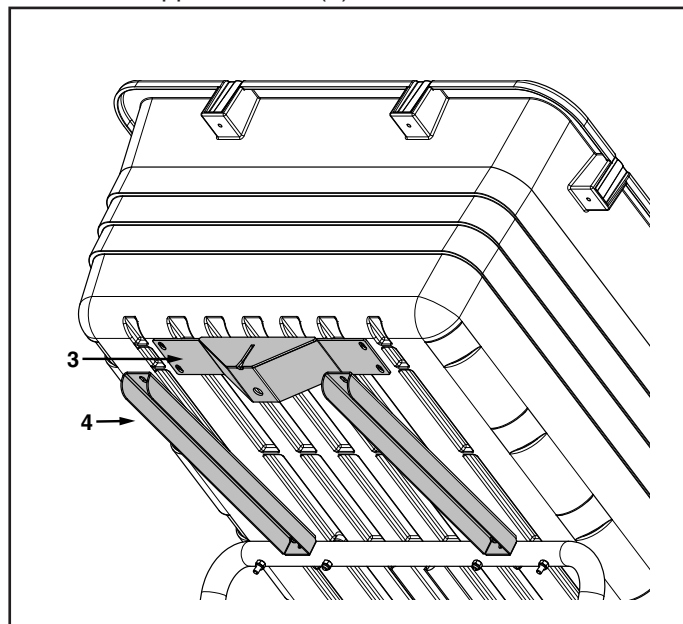
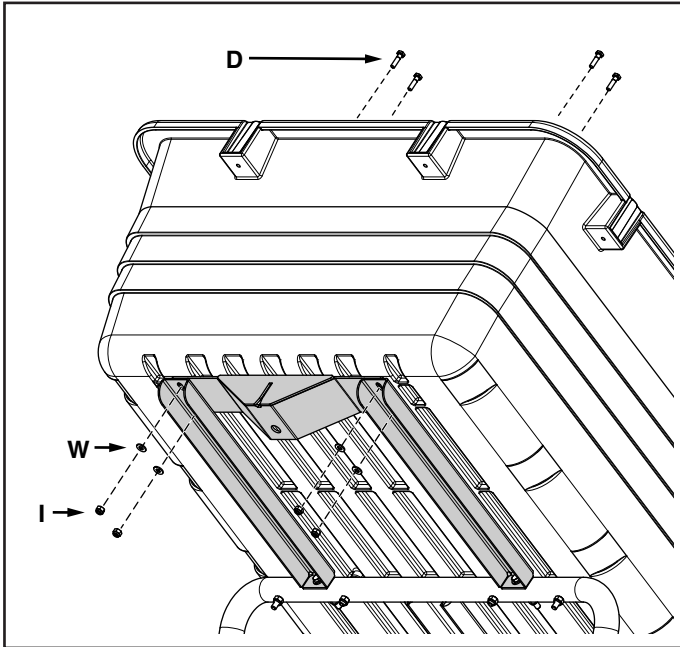
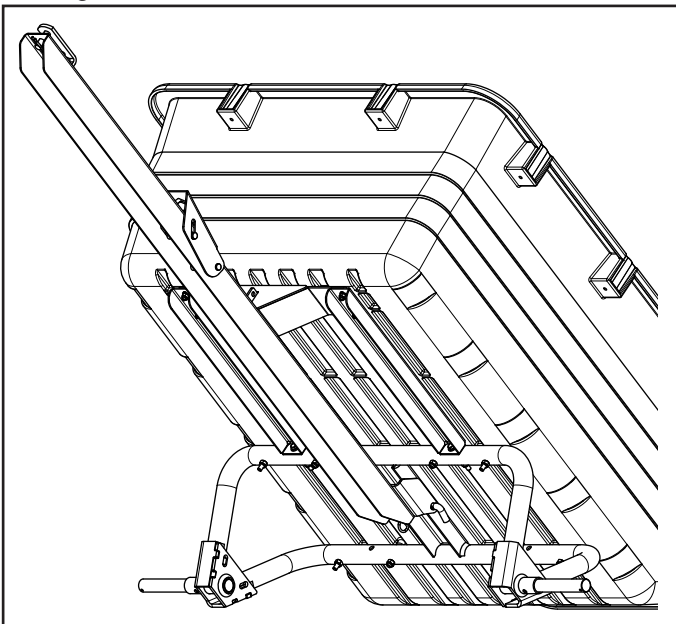

FIGURE 11
FIGURE 12
FIGURE 13
STEP 11: (SEE FIGURE 11)
1. Position the latch stand (3) under the poly tray and align the holes in the tray, the latch stand, and the wheel support braces (4).
STEP 12: (SEE FIGURE 12)
1. Attach the latch stand and the wheel support braces to the poly tray using four 1/4" x 1" hex bolts (D), 5/16" washers (W), and 1/4" nylock nuts (I).
STEP 13: (SEE FIGURE 13)
ÉTAPE 11 : (VOIR FIGURE 11)
1. Placer le support de verrouillage (3) sous la benne en plastique et aligner les trous du bac en plastique, du support de verrouillage et des renforts de support de roues (4).
ÉTAPE 12 : (VOIR FIGURE 12)
1. Attacher le support de verrouillage et les renforts de support de roues à la benne en plastique avec quatre vis à tête hexagonale de 1/4 po x 1 po (D), des rondelles de 5/16 po (W) et des écrous-freins de 1/4 po (I).
ÉTAPE 13 : (VOIR FIGURE 13)